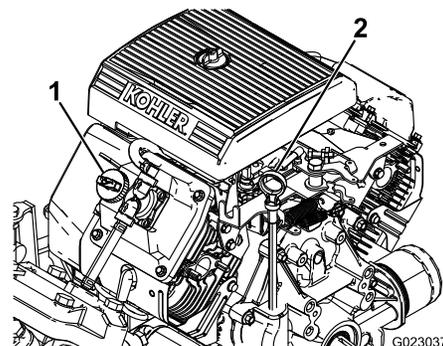

Figura 42
2. Togliete l'asta di livello ed asciugatela con un panno pulito (Figura 42). Inserite l'asta di livello nel tubo e verificate che sia inserita a fondo. Rimuovete l'asta e controllate il livello dell'olio.
3. Se il livello dell'olio è basso, togliete il tappo di rifornimento dal coperchio della valvola (Figura 42) e versate dell'olio fino a portarne il livello al segno di PIENO sull'asta. Versate l'olio lentamente, controllando spesso il livello durante questa operazione. Non riempite troppo.
8. Versate lentamente circa l'80% della quantità indicata d'olio nel bocchettone di rifornimento (Figura 42).